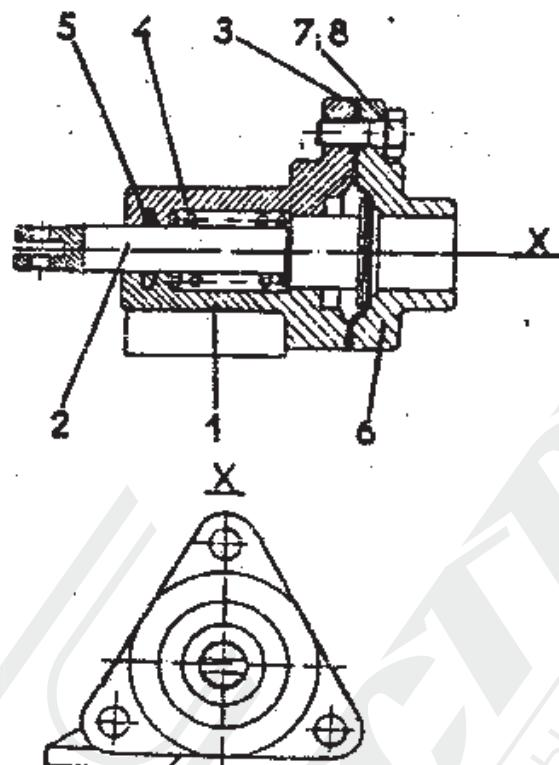

Рис. 2-28. Пневматический двигатель отключающий привод коробки скоростей.
2.3.3.18. Демонтаж пневматического двигателя /рис. 2-28/
Описание рис. 2-28